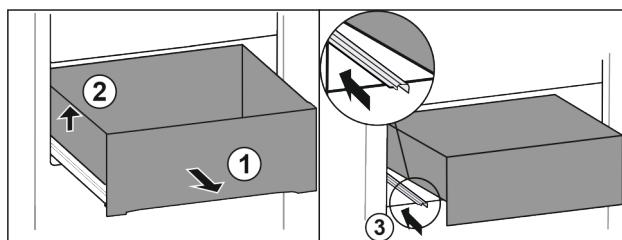

Fig. 89
- Schubfach bis zum Anschlag herausziehen. Fig. 89 (1)
- Schubfach links anheben. Fig. 89 (2)
- Linke Schiene einschieben. Fig. 89 (3)